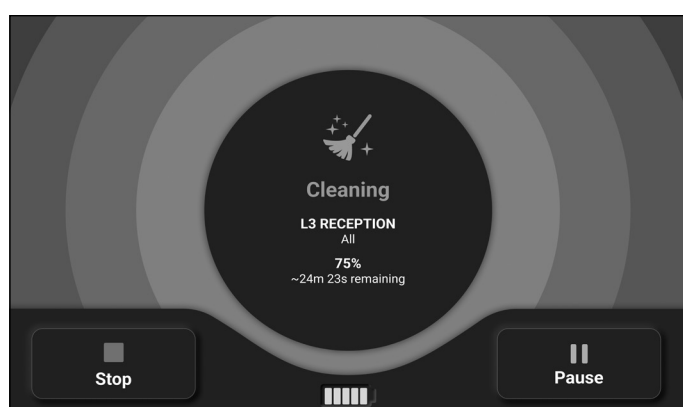

Abbildung 43
4. Während die Maschine (Abb. 43) reinigt, kann der Benutzer die Maschine „Anhalten“ oder „Stoppen“.